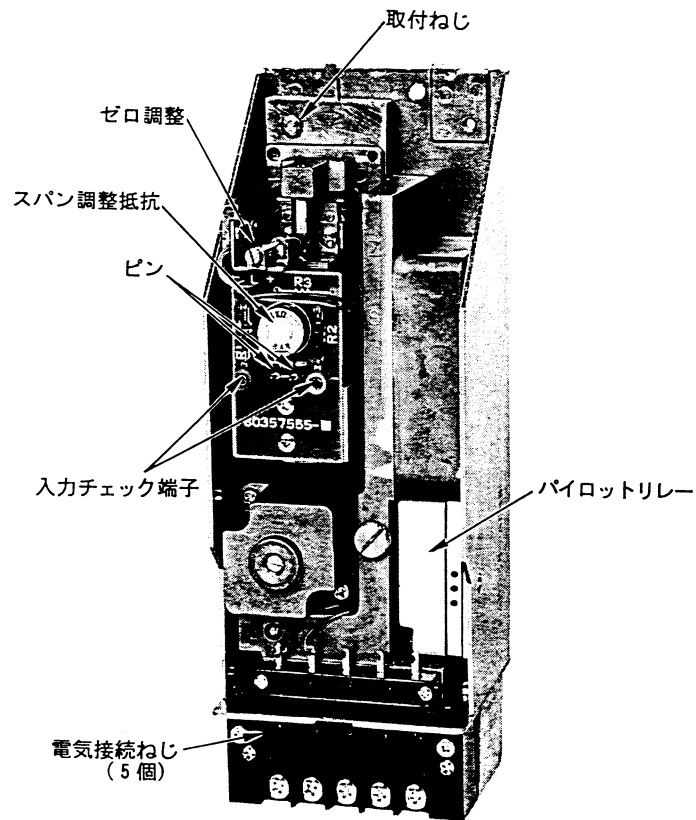

図5 各 部
- (1) 6項の図5を参照して取付ねじを外し、電気接続ねじ(5個)を緩めます。
- (2) 機械的構成部に触れぬように注意して、ケースよりシャーシアセンブリを上方に引き抜きます。